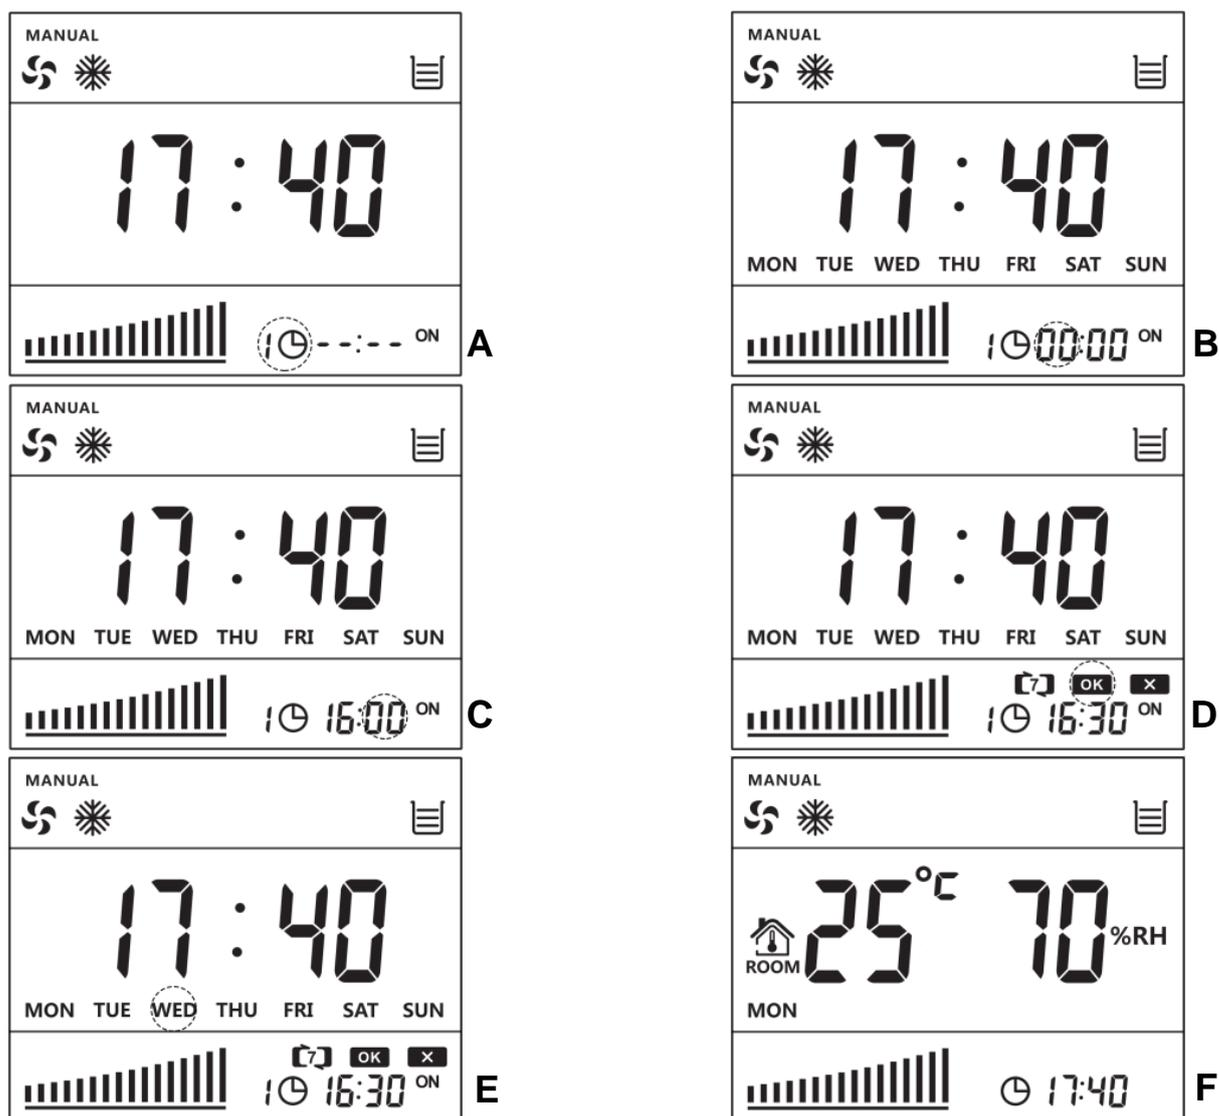
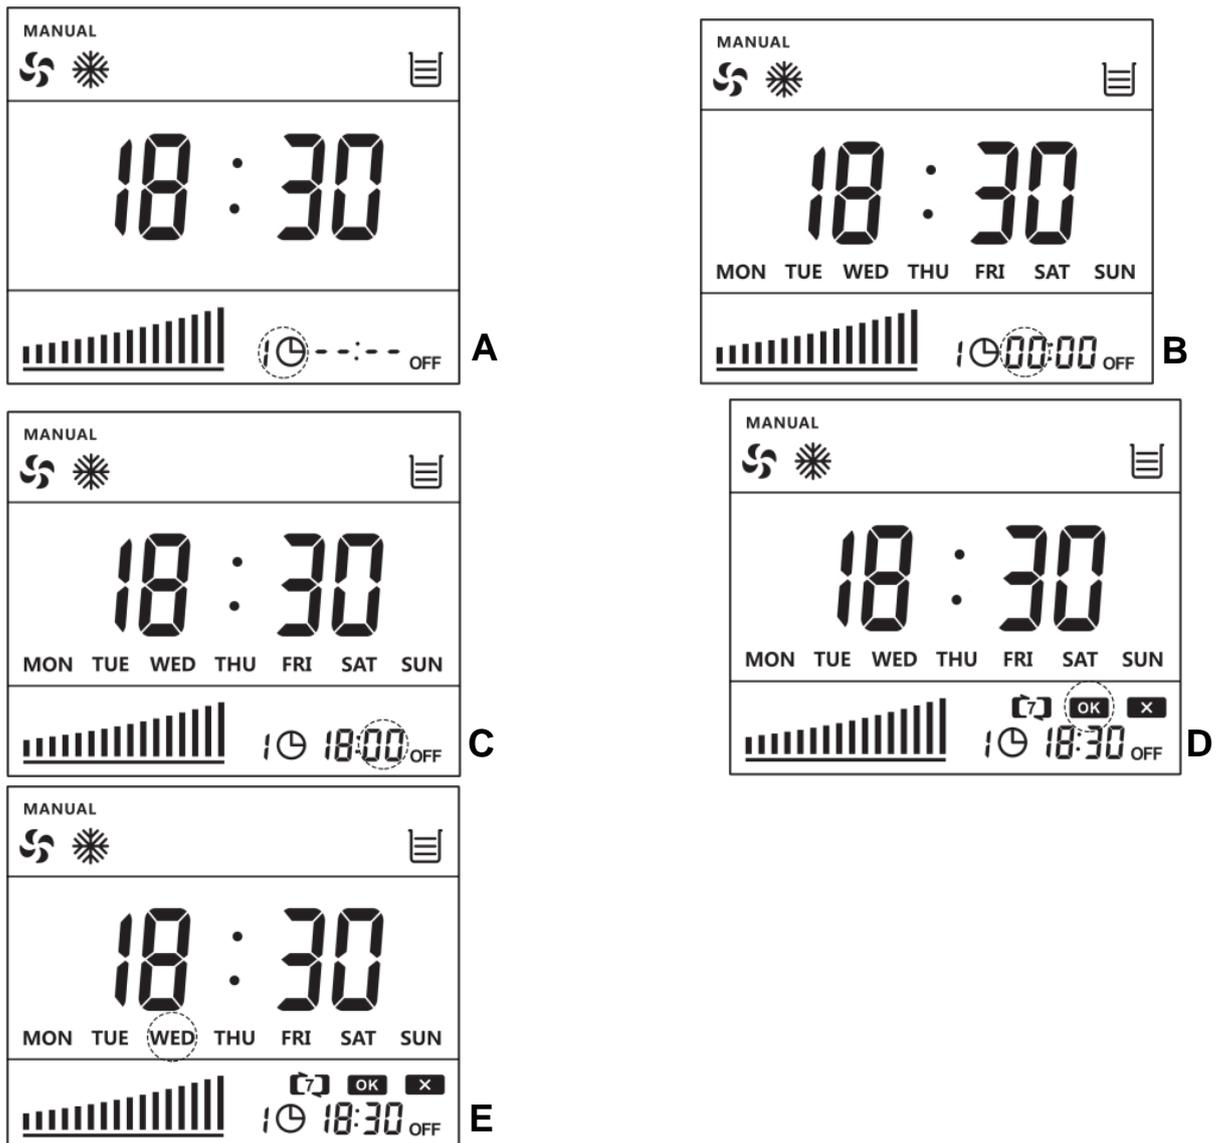
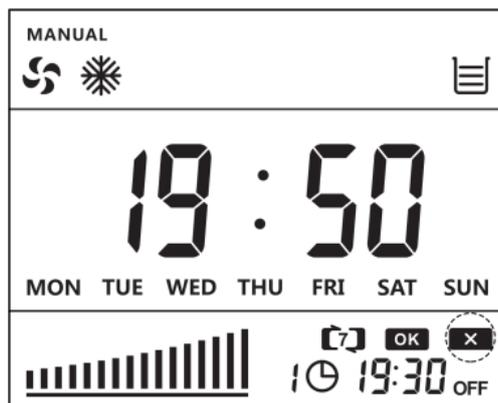

Figura 16 — Attivazione temporizzazione
Figura 17 — Disattivazione temporizzazione
Figura 18 — Cancellazione di un gruppo
- Premendo il tasto  sullo schermo appare "--:--" e lampeggia "ON", ovvero la funzione di temporizzazione non è impostata, come da Figura 16-A.
- Premendo il tasto  "--:--" diventa 00:00 e l'ora lampeggia, utilizzare quindi il tasto  o  per regolare l'ora, come da Figura 16-B.
- Premendo di nuovo il tasto  l'ora smette di lampeggiare ed iniziano a lampeggiare i minuti, utilizzare quindi il tasto  o  per modificare i minuti, come da Figura 16-C.
- Premere di nuovo il tasto , i minuti smetteranno di lampeggiare, **OK** lampeggia come mostrato nella Figura 16-D, se si conferma l'orario, premere il tasto  per terminare le impostazioni. Se necessario impostare l'orario settimanale, andare al punto 5.
- Quando **OK** lampeggia, usare i tasti  o  per scegliere la settimana, scegliere la settimana che lampeggia come da Figura 16-E, premere il tasto  per confermare o eliminare la settimana scelta. L'utente può selezionare diverse settimane in base alle necessità. Se non è selezionata nessuna settimana, l'impostazione è valida solo per una singola volta, questa impostazione sarà cancellata dopo l'esecuzione.
Dopo aver impostato la settimana, usare i tasti  o  per regolare fino a che l'icona **OK** lampeggia, come mostrato in Figura 16-D. Premere il tasto  per terminare l'impostazione, verrà visualizzato l'orario e un'icona con un promemoria dell'orario impostato, come da Figura 16-F.
- Premendo il tasto  sullo schermo l'icona della temporizzazione inizia a lampeggiare, "--:--" significa che la funzione temporizzazione non è stata impostata, come da Figura 17-A.
- Premendo il tasto  sullo schermo appare "--:--" e l'ora inizia a lampeggiare, usa i tasti  o  come da Figura 17-B per cambiare le ore.
- Premendo il tasto  l'ora smetterà di lampeggiare e inizierà a lampeggiare i minuti, usa i tasti  o  per cambiare i minuti come da Figura 17-C.
- Premendo il tasto  i minuti smetteranno di lampeggiare, **OK** lampeggia come mostrato nella Figura 17-D, se viene confermato questo orario, premere nuovamente  per terminare l'impostazione. Se necessario impostare l'orario settimanale, andare al punto 5.
- Quando **OK** lampeggia, usare i tasti \triangle o ∇ per scegliere la settimana, scegliere la settimana che lampeggia come da Figura 16-E, premere il tasto ☰ per confermare o eliminare la settimana scelta. L'utente può selezionare diverse settimane in base alle necessità. Se non è selezionata nessuna settimana, l'impostazione è valida solo per una singola volta, questa impostazione sarà cancellata dopo l'esecuzione.
- Dopo aver impostato la settimana, usare i tasti \triangle o ∇ per regolare fino a che l'icona **OK** lampeggia, come mostrato in Figura 17-D. Premere il tasto ☰ per terminare l'impostazione.
Quando si imposta la temporizzazione, come mostrato in Figura 16-D ed in Figura 17-D, quando l'icona **OK** lampeggia, usare i tasti \triangle o ∇ per regolare fino a che l'icona **X** lampeggia (Figura 18), premi poi il tasto ☰ per cancellare un gruppo.
Nella Figura 16-A, tenere premuto  fino a che sul display non compare come mostrato nella Figura 19, poi premi  per cancellare tutti i gruppi temporali.